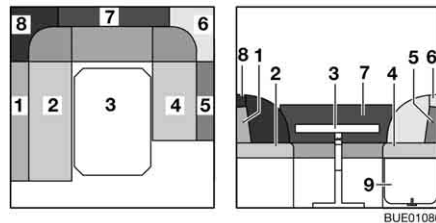

Bild 107 Vor dem Umbau
- Tisch (Bild 107,3) zum Bettunterbau umbauen (siehe Abschnitt 6.12).
- Bettkasten-Verlängerung (Bild 107,9) entriegeln und nach oben klappen.